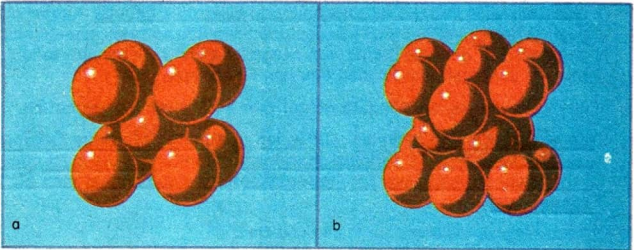

Abb. 36
**Modell vom Bau der Metalle.** Die vereinfachten Vorstellungen vom Bau fester und flüssiger Stoffe gelten auch für feste und flüssige Metalle. Die Teilchen, aus denen ein Metall aufgebaut ist, sind Atome. Die Atome werden in festen und in flüssigen Metallen durch starke Anziehungskräfte zusammengehalten. Im festen Aggregatzustand eines Metalls sind die Atome regelmäßig räumlich angeordnet. Sie bilden einen **Atomverband** (Abb. 36). ②